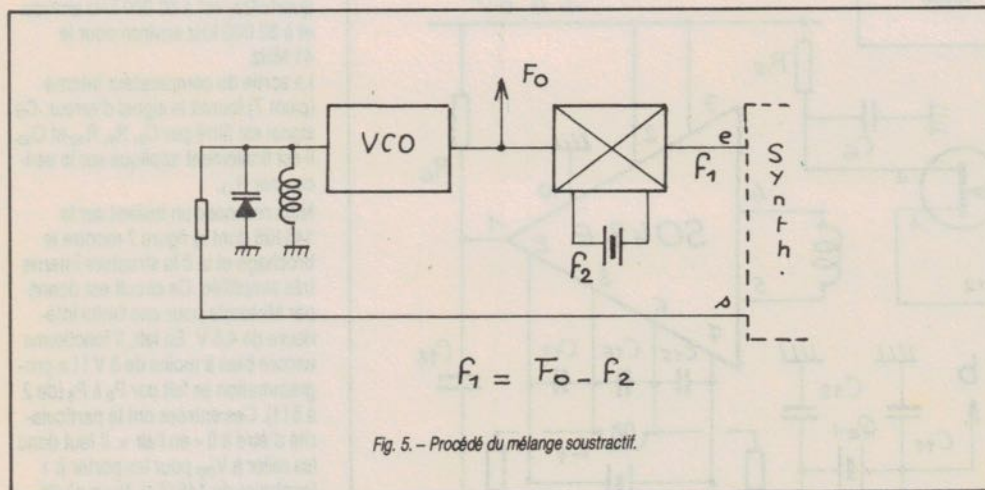

Fig. 5. - Procédé du mélange soustractif.
3. CONTROLE INDIRECT DU VCO (voir fig. 5)
Dans la solution de la figure 5, le VCO oscille bien sur la fréquence désirée mais le signal subit une réduction de fréquence par mélange soustractif, pour le rendre compatible avec les possibilités du diviseur programmable. Ainsi, si $F = 71\ 695\ \text{kHz}$ et $f_2 = 60\ 000\ \text{kHz}$, on a $f_1 = 71\ 695 - 60\ 000 = 11\ 695\ \text{kHz}$. Le synthétiseur « voit » f_1 et c'est cette valeur qu'il verrouille au pas de 5 kHz, par exemple. Mais si $f_1 = F - f_2$ alors $F = f_1 + f_2$ et cette fréquence est elle aussi verrouillée au pas de 5 kHz !